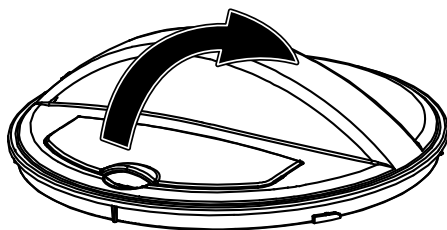

Abb. 4
- ▶ Um zusätzliche Lebensmittel wie z. B. Nüsse hinzu zu fügen, öffnen Sie die Nachfüllöffnung im Deckel (siehe **Abb. 4**). Die Kühlung wird nicht unterbrochen, das Rührwerkzeug dreht sich weiter und der Zubereitungsprozess wird fortgesetzt.